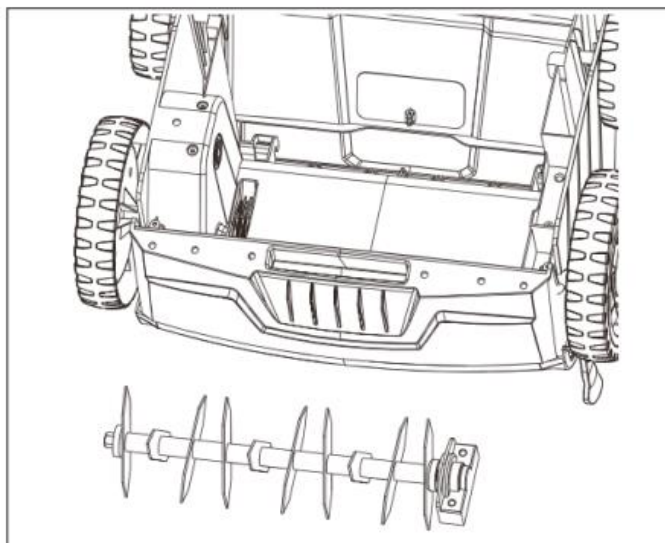

Рис. 12
3. Затем, извлеките вал для скарификации (см. Рис. 12).